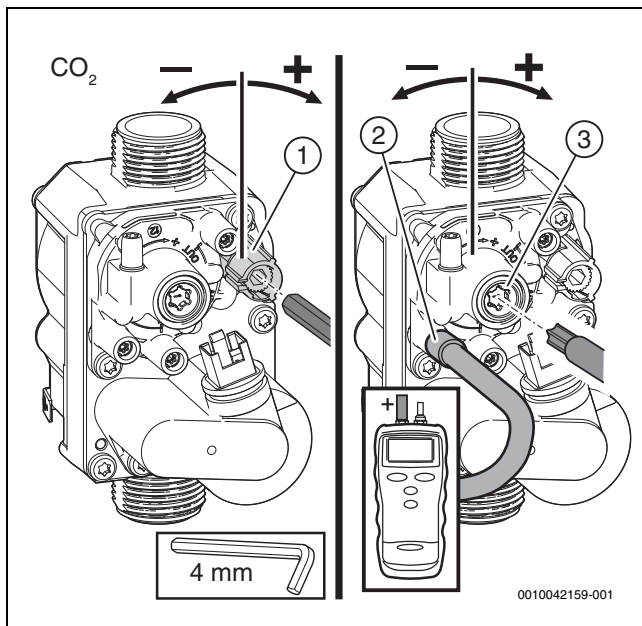

Bild 4 Einstellen der Gasarmatur
- ▶ Plombe an der Einstellschraube der Gasarmatur entfernen (nur Gasarmatur unten in Bild 4) und CO2- oder O2-Gehalt für minimale Nennwärmeleistung einstellen.